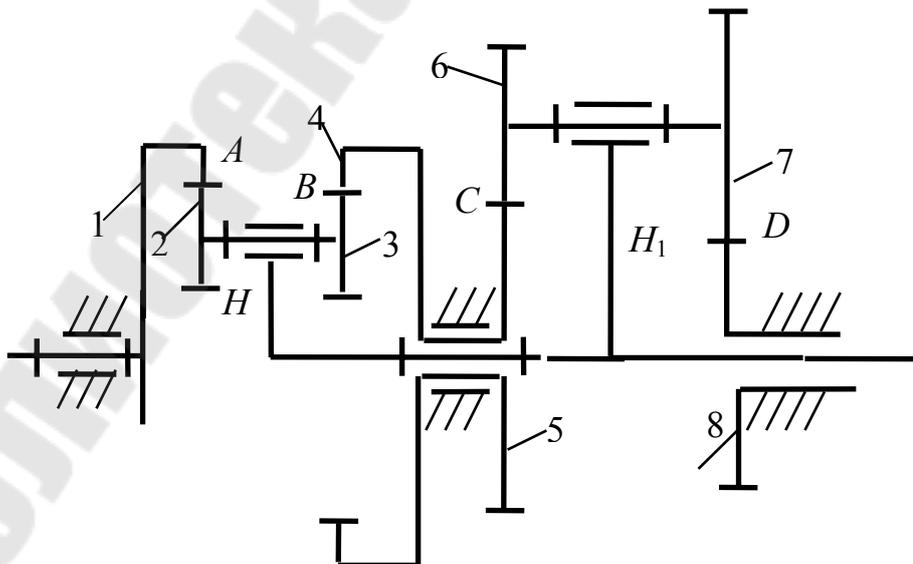

Рис.6.3
3. Определить угловые скорости звеньев замкнутого дифференциального механизма (рис.6.3), если угловая скорость зубчатого колеса 1 равна  $\omega = 100 \text{ с}^{-1}$ . Исходные данные приведены в табл. 6.3